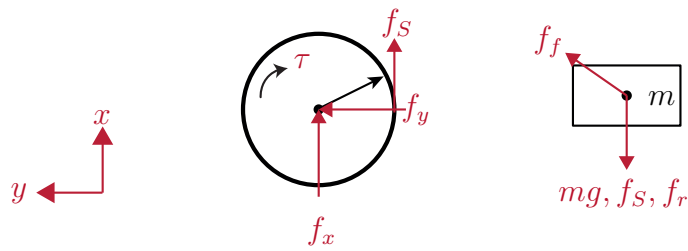

Abbildung 5: Freischnitt Bsp. 3.
a) Schnittskizze: siehe Abbildung 5